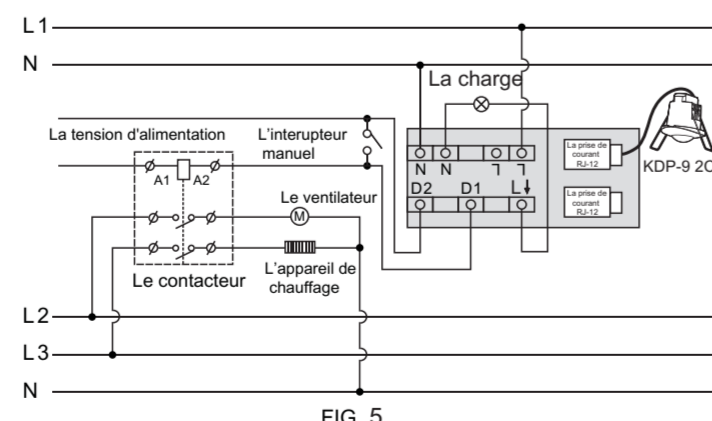
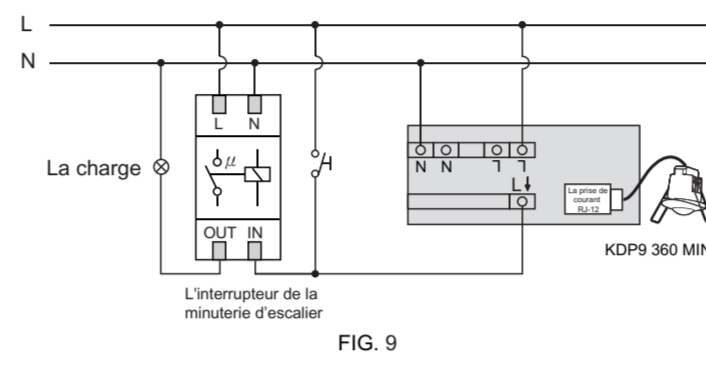
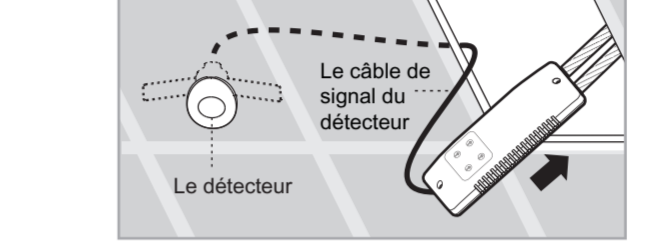

FIG. 5
FIG. 9
FIG. 16
- KDP-9 2C se connectent à la boîte de puissance (voir la FIG. 5)
● KDP9 360 MINI contrôle l'interrupteur de la minuterie d'escalier (le temps 1 devrait être fixé à $\sqrt{1s}$) (voir la FIG. 9).
3.3.4 Les câbles d'alimentation passent à travers le plafond, se référer au schéma de câblage (voir les FIG. 5 - FIG. 9) pour se connecter correctement. Assurez-vous que le câble de signal passe à travers le plafond, et l'insérez dans la boîte de puissance (voir la FIG. 16).